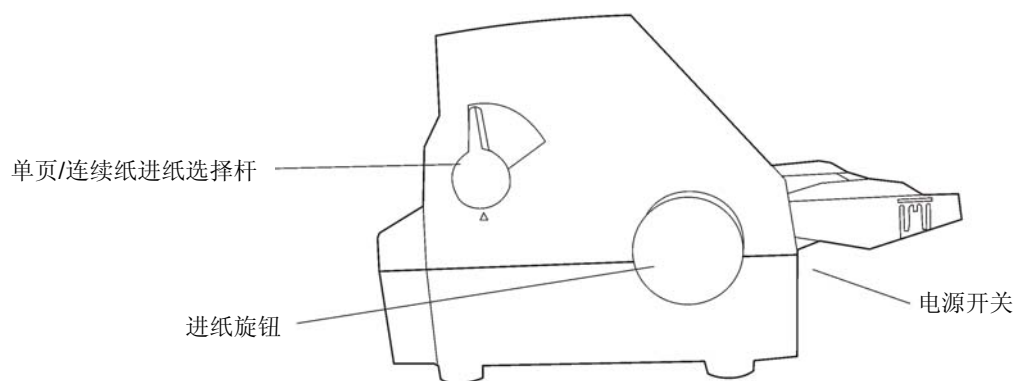

图 3-2 设定单页/连续纸进纸位置（单页纸）
2. 将单页/连续纸进纸选择杆拨到单页纸位置。如图 3-2 所示，确保单页纸符号对准打印机外壳的“△”标志。